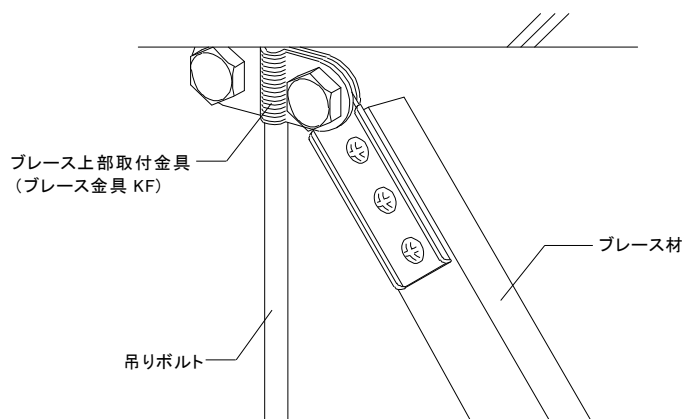

図 2-5-6 ブレース上部取付け詳細②
- ・「ブレース金具 KF」を使用する際は、ブレース材の背側に 3 本ビス固定をする。(図 2-5-6 参照)